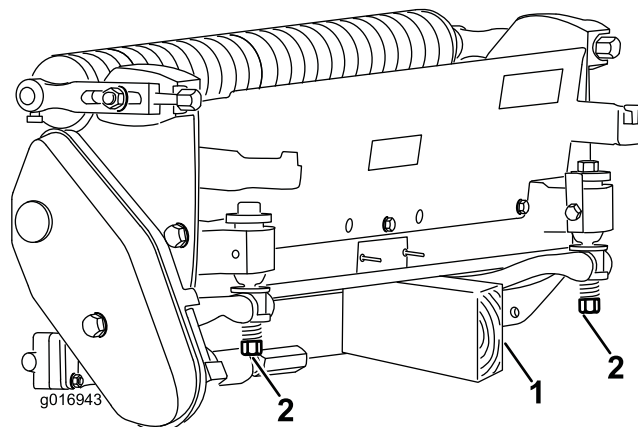

図 3
カッティングユニットを傾けてベッドナイフとリールが見えるようにする際には、ベッドバー調整ネジが床や作業台に押し付けられることのないよう、カッティングユニット後部に支えを入れて浮かせてください(図 3)。
**重要** ユニット左右についているベッドバー調整ねじのナットが床に当たっていないことを確認してください（図 3）。
**重要** カッティングユニットを傾けてベッドナイフとリールが見えるようにする際には、ベッドバー調整ネジが床や作業台に押し付けられることのないよう、カッティングユニット後部に支えを入れて浮かせてください（図 3）。